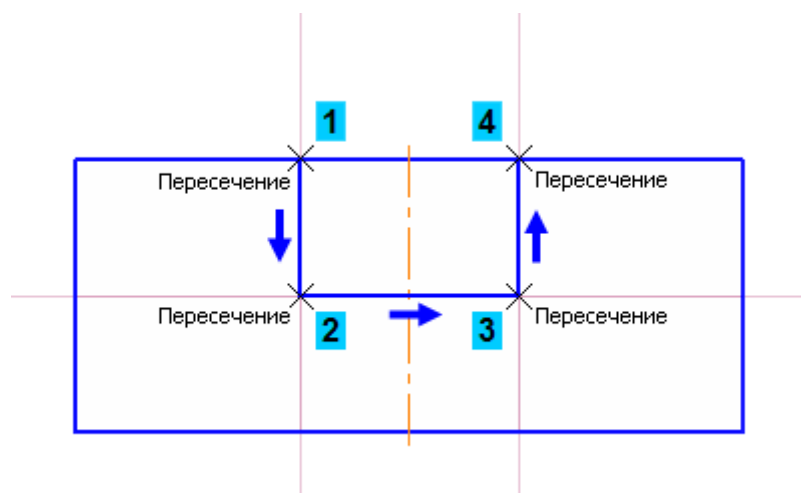

Рисунок 11
- С помощью привязки Пересечение постройте ломаную линию 1–2–3–4. (рис.11)